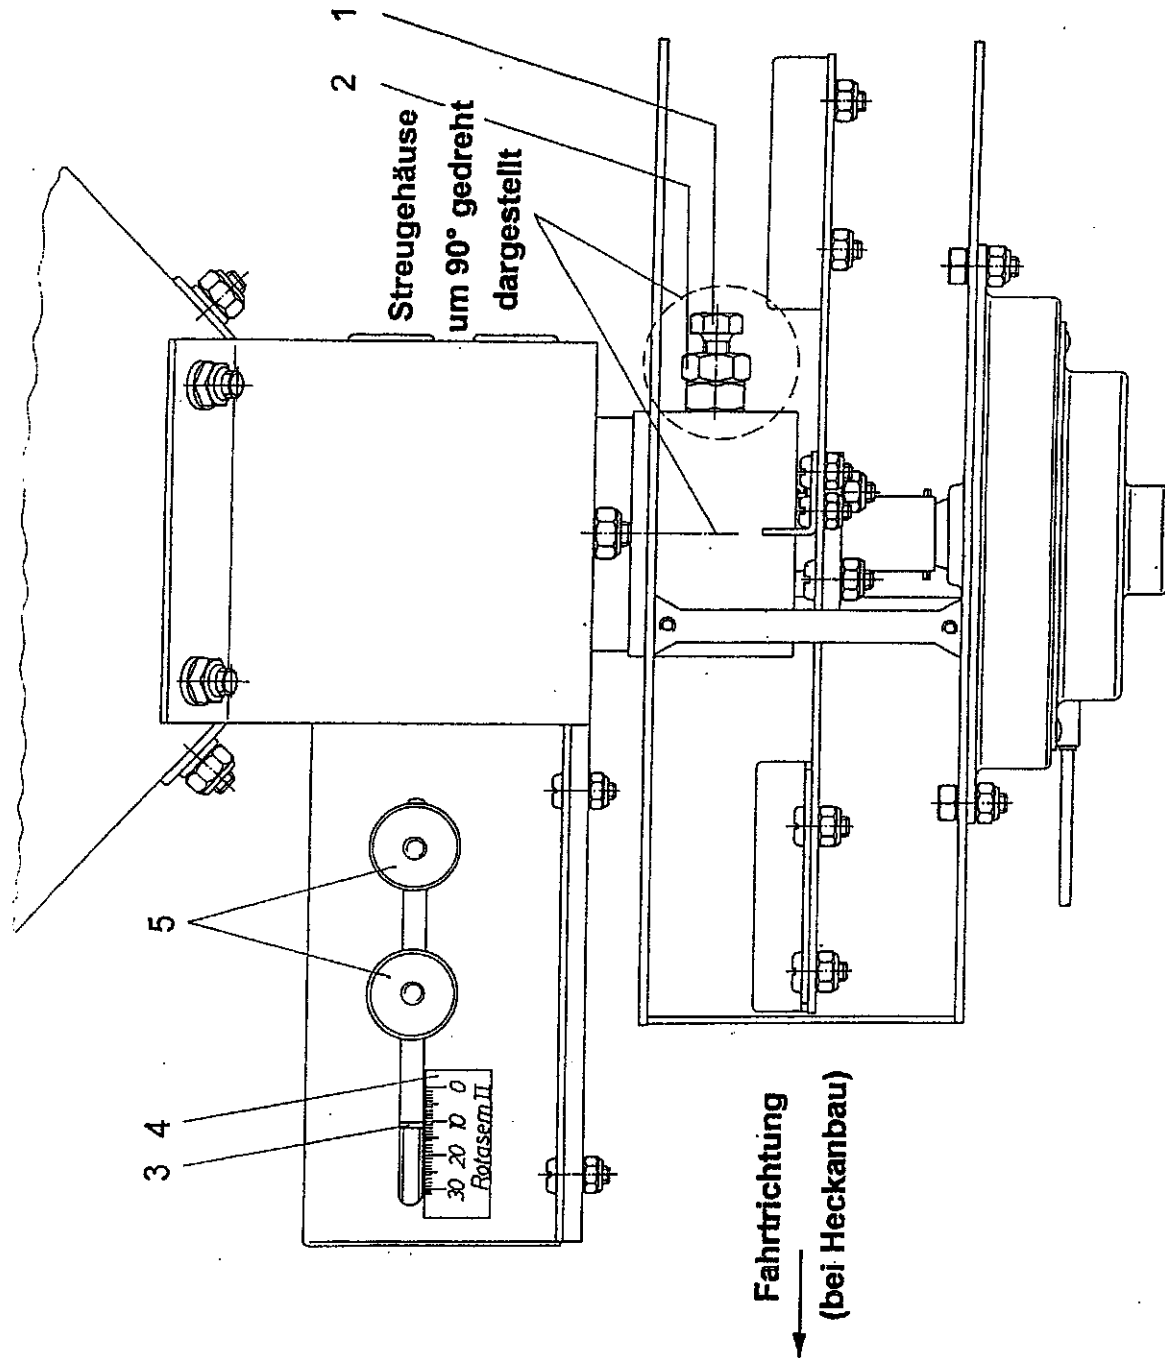

Abb. 8 ROTASEM II Dosiereinrichtung und Streuscheibe in Seitenansicht
Die Wurfriechtung des Kreiselsägerates kann durch Verdrehen des gesamten Gerätes auf dem Aufnahmeträger oder durch Verdrehen des Sägehäuses korrigiert werden. Dies ist insbesondere bei außermittigem Anbau auf einem Bodenbearbeitungsgerät notwendig. Zum Verdrehen des Sägehäuses muß die Klemmschraube (in der Abb. 8 Pos. 1) gelöst werden. Diese Schraube ist gegen selbsttätiges Lösen mit einer Kontermutter (Pos. 2) gesichert. Ist die vorgesehene Arbeitsrichtung erreicht, muß zuerst die Klemmschraube (Pos. 1) festgezogen und anschließend durch Festziehen der Kontermutter gegen selbsttätiges Lösen gesichert werden.
(Abbildung 8 Pos. 3) ausgestattet, so daß auf der Dosierskala (Abbildung 8 Pos. 4) der Einstellwert abgelesen werden kann. In der Abbildung ist zum Beispiel der Einstellwert 10 dargestellt. Der Einstellwert kann durch Lösen der beiden Rändelmutter (Pos. 5) verändert werden.
**Achtung!** Ist die richtige Dosierung bestimmt, nicht vergessen, die Befestigungsmuttern (Abbildung 8 Pos. 5) vor dem Einsatz auf dem Feld fest anzuziehen (damit Veränderungen der Dosierschieber-Anschlagstellung während des Betriebes sicher vermieden werden).